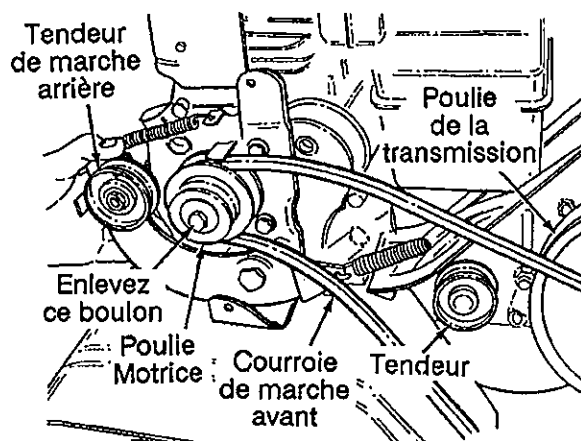

FIGURE 18-Modèle 390 seulement
2. Dégagez la courroie de la poulie transmission et la poulie motrice. Voir la figure 18.
3. Utilisez une clé de 9/16es de po pour enlever le boulon de la poulie motrice. Voir la figure 18.
4. Poussez le support du tendeur de marche arrière vers l'avant et démontez la poulie motrice et la courroie. Voir la figure 18.